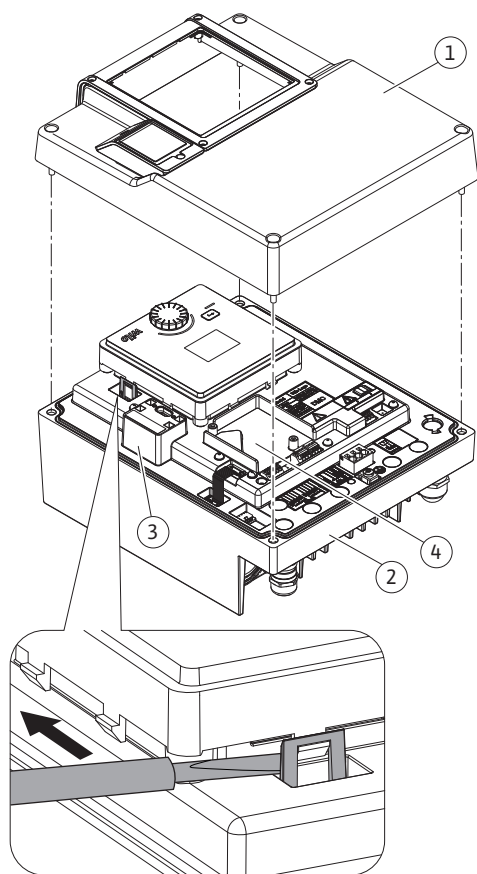

Fig. 28: Modulo elettronico
I moduli CIF (accessori) servono alla comunicazione tra le pompe e il sistema di controllo dell'edificio. I moduli CIF sono inseriti nel modulo elettronico (Fig. 28, pos. 4).